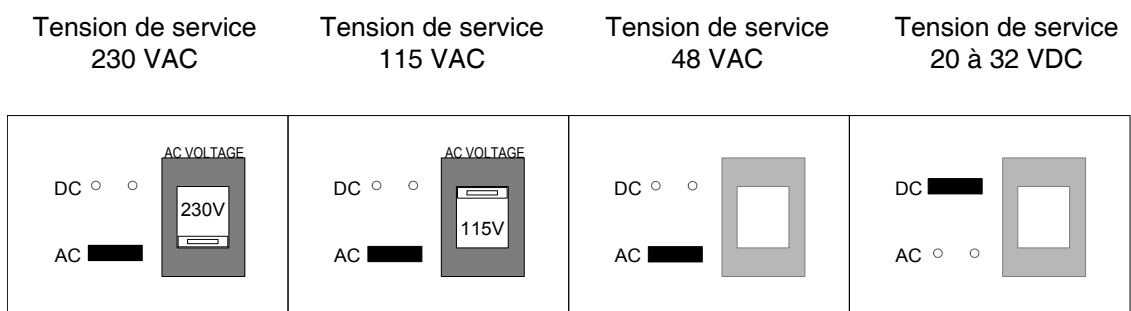

Figure 2-5 Configuration du cavalier et du commutateur
1. En fonction de l'alimentation choisie, le cavalier doit être placé sur le mode (voir *figure 2-5*) :
2. Lorsque le mode 'AC' est choisi, le commutateur doit être positionné sur (voir *figure 2-5*) :